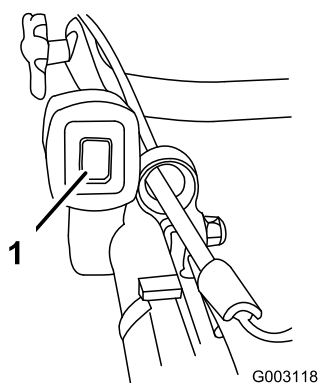

Figure 20
1. Poussez le commutateur d'allumage en position Contact établi (I) (Figure 20).